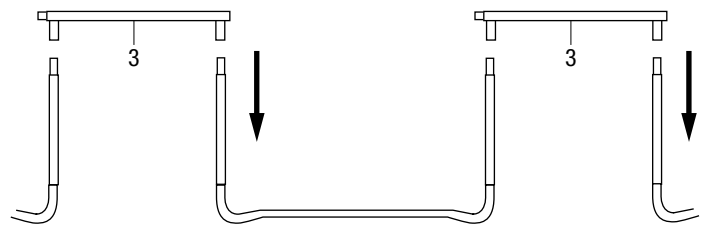

fig. 3.1
a) Para este paso de montaje necesitará un ayudante. Una persona sostiene el grupo de soporte del paso 2 en posición vertical y une la tubuladura de pie de un caño del marco con la tubuladura de pie (3) en un pie de soporte del grupo de soporte. La otra persona sostiene el otro extremo y une la pieza en el otro grupo de soporte. Ahora debería tener dos grupos de soporte que se sostienen mediante un tubo superior del marco con tubuladuras de pie. (fig. 3.1)